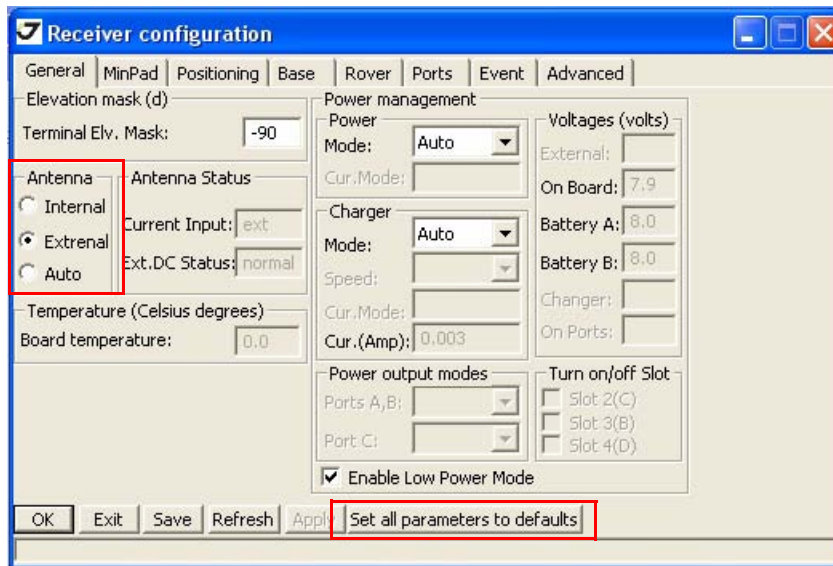

Рисунок 3-2. Set all parameters to defaults
4. В закладке *General* нажмите кнопку *Set all parameters to defaults* и установите параметр *Antenna* в значение *Auto*, *Internal* или *External*, если используется внешняя антенна (Рисунок 3-2).